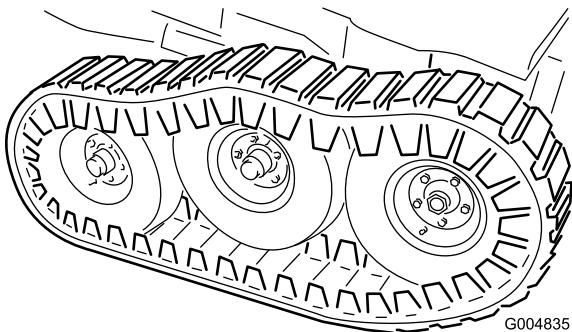

Figura 54
26. Baje el gato hasta que el bastidor quede apoyado sobre las ruedas delanteras. Instale las arandelas planas (½") y las contratuerca en el espárrago del pivote del bogie (Figura 54) y apriételas a 102 N·m (75 pies-libra).